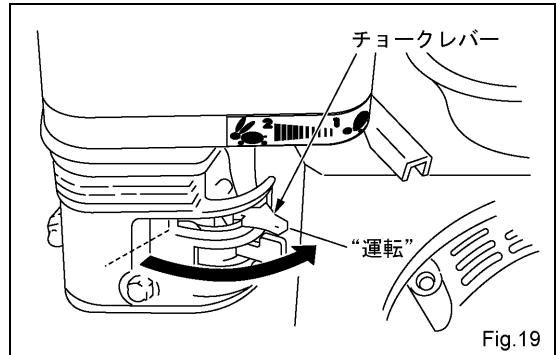

Fig.19
(5) 始動
(6) チョーク
- ・チョークレバーを“始動”にしたときは、エンジン回転が安定することを確認しながら徐々に“運転”的方向に戻します。(Fig.19)